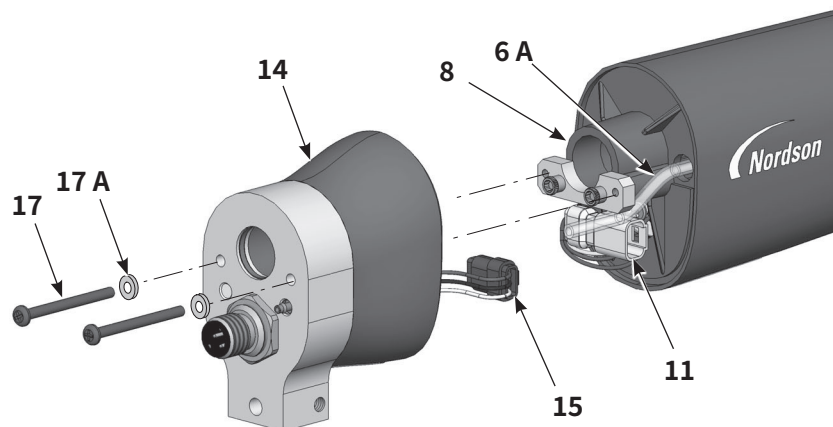
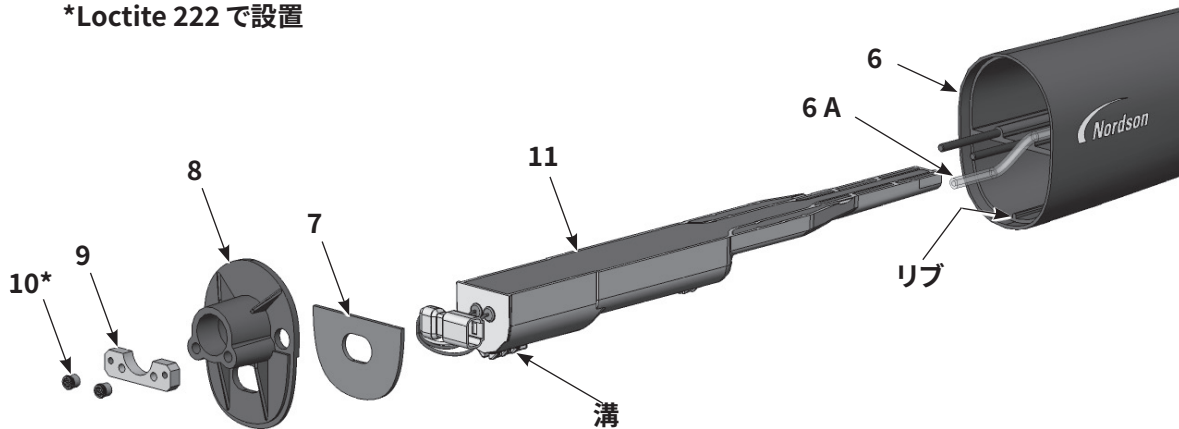

図22 バー取り付け式ガンの分解 1/3
図23 バー取り付け式ガンの分解 2/3
4. 図23を参照。1/8 インチのアレンキーで2つのアレンナット (10) とねじ羽子板 (9) をバルクヘッド (8) から除去します。バルクヘッドをガン本体 (6) から除去し、電源供給ハーネスをバルクヘッドに通します。
5. ガン本体から電源 (11) をスライドさせて出します。
7. ガasket (7) は感圧接着剤でバルクヘッドに付着しています。ガasketが損傷している場合は新しいガasketと入れ替えてください。
1. 図23を参照。ガン本体のリブが電源の溝に収まるようにして電源 (11) をガン本体 (6) に取り付けます。電源をしっかりとガン本体の中に固定します。
2. 電源のハーネスをバルクヘッドの中に通してから、バルクヘッド (8) とねじ羽子板 (9) をガン本体のスタッドの上に取り付けます。アレンナット (10) にLoctite 222 を塗り、ナットをスタッドに取り付けて 1/8 インチのアレンキーで 0.45 Nm (64 inch-ounces) のトルクで締めます。
3. 図22を参照。レセプタクルハーネス (15) を電源供給ハーネス (11) に接続します。ハーネスコネクタ (11、15) を本体後部のアッセンブリの示された位置に挿入します。
4. 透明なフィルターチューブ配管 (6A) を本体後部のアッセンブリ (14) の内部にある止め付き固定具に接続します。ほかにも透明なエアー配管があればガン本体に通し、本体後部のアッセンブリをネジ (17) とロックワッシャー (17A) でバルクヘッドに取り付けます。